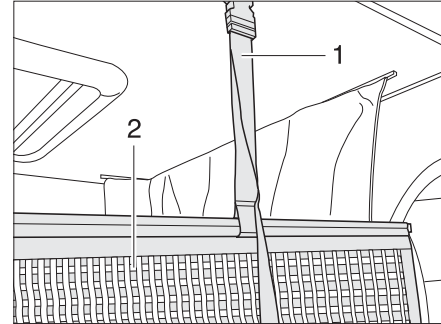

Fig. 155 Soporte red de seguridad
La red de seguridad (Fig. 155,2) con los cinturones de sujeción está guardada debajo del colchón. Tender la red de seguridad cuando las personas ya se encuentren en la cama elevada.
- Engatillar los cinturones de sujeción (Fig. 155,1) en los soportes en el techo.